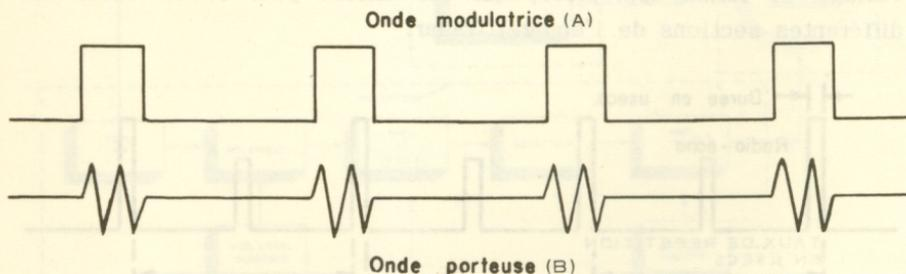

Fig. 3.
Tout comme les émetteurs a-m et f-m, celui de radar est modulé. Sa modulation, cependant, est produite selon la forme de la pulsation modulatrice fournie par le modulateur (Keyer); on la nomme *Modulation par pulsations* (Pulse Modulated System). Quoique les pulsations modulatrices puissent être de formes différentes, on utilise de préférence la forme rectangulaire, figure 3 (A). L'onde porteuse produite par l'émetteur sera alors comme le démontre la figure 3 (B). Le système de modulation par pulsations est le plus utilisé dans les appareils de radar modernes; il permet de mesurer, avec une grande précision, la distance et la direction d'un objet détecté. Chaque pulsation, qui peut durer de .1 microseconde à 50 microsecondes, détermine la distance minimum que l'appareil puisse mesurer. La période d'inactivité comprise entre chaque pulsation, et qui peut être d'une valeur allant jusqu'à 2,000 micro-secondes, détermine la distance maximum que l'appareil puisse mesurer. Quant à la nécessité de transmettre en très haute puissance, ceci s'explique facilement: de l'énergie émise par l'émetteur, seulement une faible partie frappera l'objet à détecter; par conséquent, une plus faible partie parviendra au récepteur qui doit être très sensible.